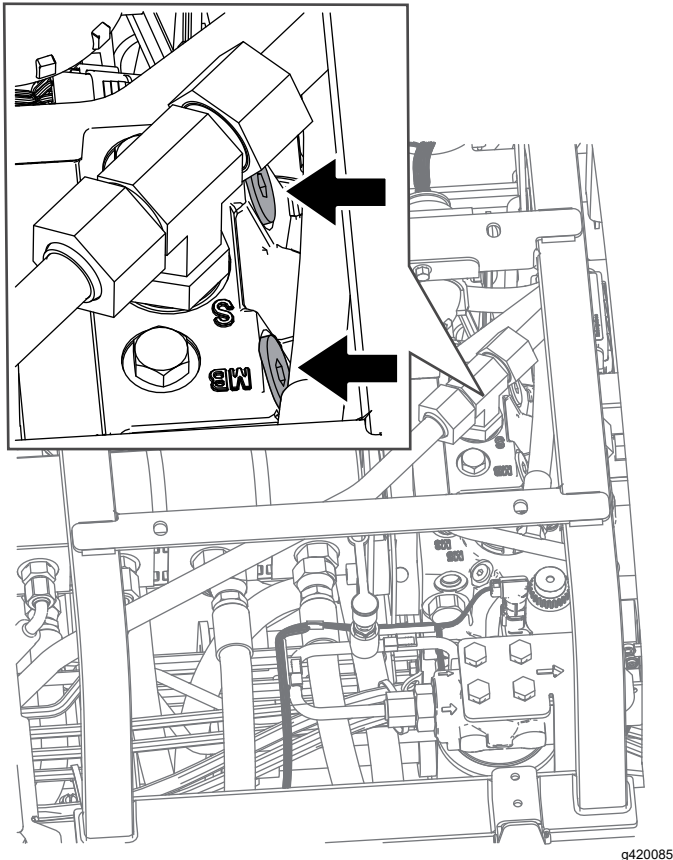

Figure 35
2. Localisez la vanne de dérivation sous le siège et au sommet de l'hydrostat (Figure 35).